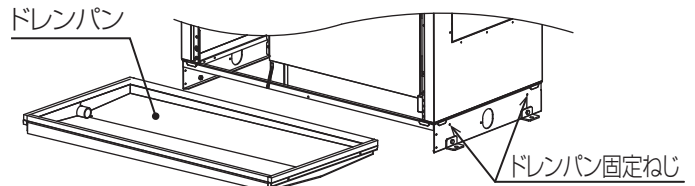

図 2
2. 台枠左右のドレンパン固定ねじを外し、ドレンパンを手前に引出す。(段付きねじ：4本) [図 2]